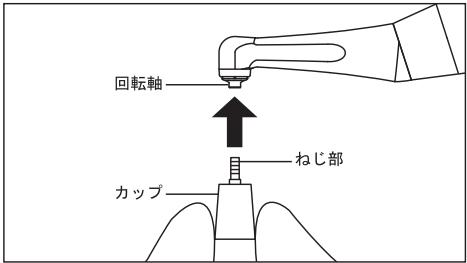

図3
- 1) カップまたはブラシを軽くつまみ、コントラアングルヘッドの回転軸にねじ部を挿し込み、軽く締まるまで時計回り方向にねじ込みます。最後にモータハンドピースを低速で正回転させ、ねじ部が入りきったところでカップまたはブラシから指を放します。(図3)